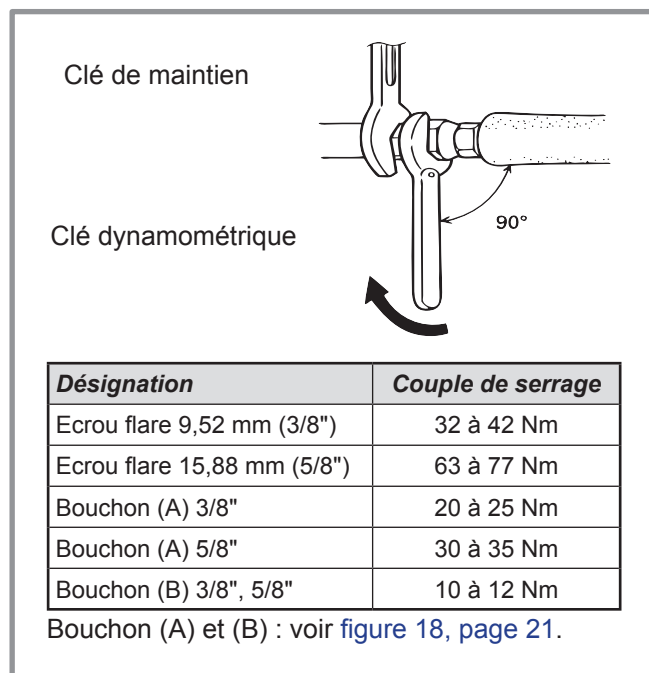

figure 17 - Couples de serrage
- Remonter les 2 bouchons d'origine (en s'assurant de leur propreté) et les serrer avec le couple de serrage indiqué au tableau figure 17, page 19. L'étanchéité dans les bouchons est réalisée uniquement métal sur métal.